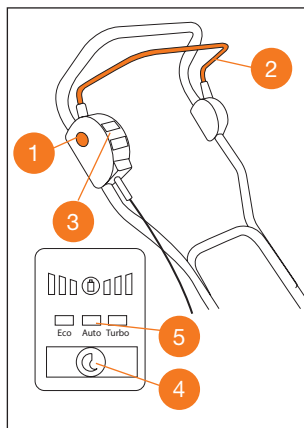

Рис. 13
4. Нажмите кнопку блокировки включения **1** (Рис. 13).
5. Продолжая удерживать кнопку блокировки включения, прижмите рычаг включения двигателя **2** к рукоятке (Рис. 13). Двигатель заработает и нож начнёт вращение.
Газонокосилка имеет 3 режима работы: **Авто**, **Эко** и **Турбо**. Для смены режима работы, нажмите кнопку переключения **4**. На панели управления отобразиться выбранный режим газонокосилки **5** (Рис. 13).